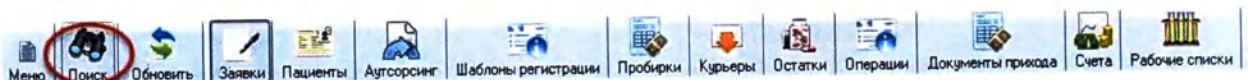

Рисунок 2.19
2. Включите фильтр⁴ поиска, для этого нажмите кнопку «Поиск» в верхней части окна программы (Рисунок 2.19):